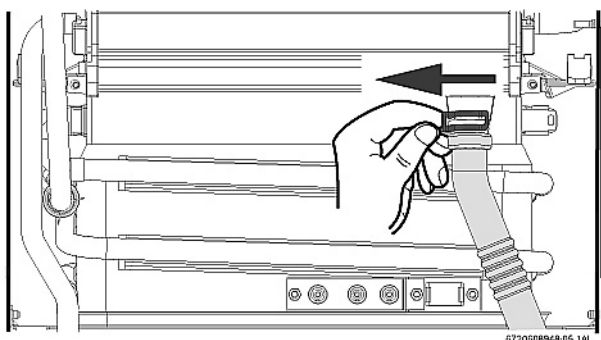

Fig. 14
- ▶ Verwijder de clip en maak de bovenkant van de condenswaterbuis los, zie fig. 14.
- ▶ Enlever le clip et soulever l'extrémité du tuyau de liquides condensés, voir fig. 14.